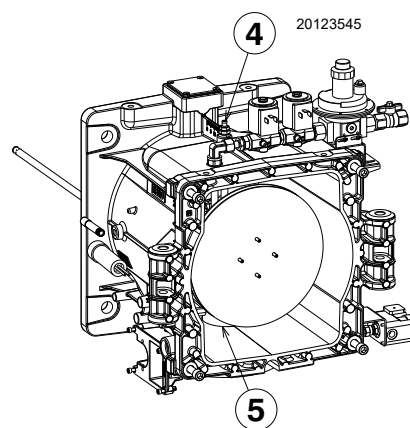

Fig. 29
Le Tab. L permet d'identifier la puissance délivrée par le brûleur en fonction de la pression mesurée à la prise 4)(Fig. 29 à la page 30).
Pression de gaz mesurée à la prise 4)(Fig. 29 à la page 30), avec :
- soustraire de la pression du gaz à la prise 4)(Fig. 29 à la page 30) la pression dans la chambre de combustion.
Pression de gaz à la prise 4)(Fig. 29) = 9 mbars